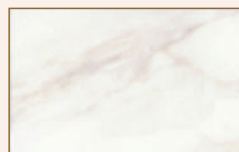

РИС. 1/
- Гран Пале белый глянцевый 25x40, артикул 6343 (см. рис. 1)